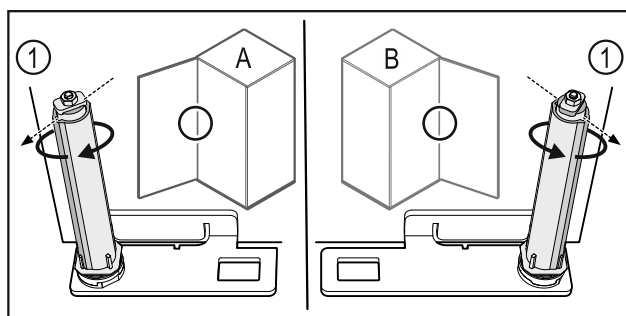

Fig. 61 Vänsterhängd (A)/högerhängd (B)
- Vrid låssystemet mot motståndet, tills låssystemets klack Fig. 61 (1) är vänd utåt.